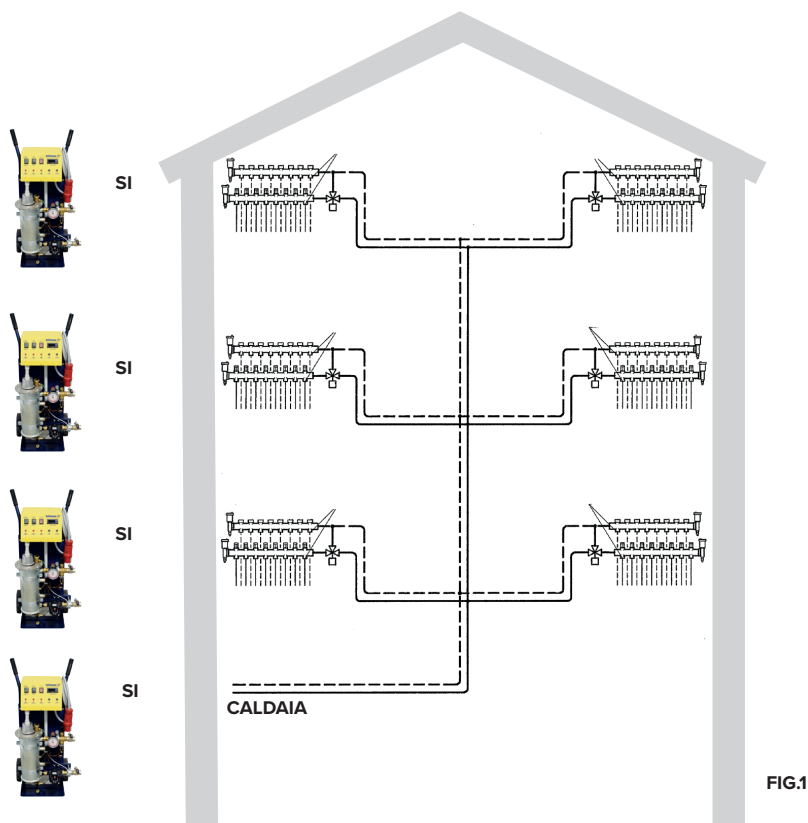

FIG.1
**in caso di utilizzo della Mobilscam in un impianto a più livelli (FIG.1) è consigliato collegarsi al collettore di ogni singolo piano.**